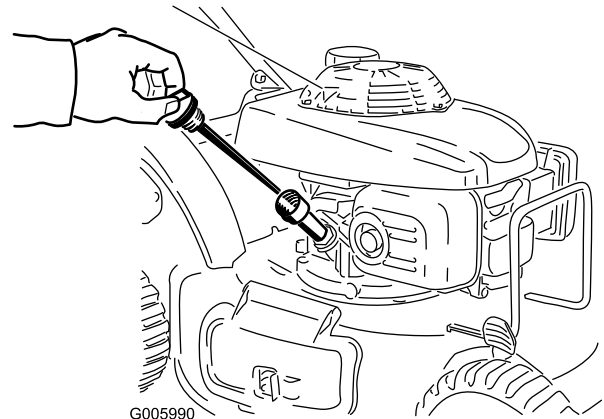

Bild 19
- Entfernen Sie den Peilstab, wischen ihn ab und stecken ihn in den Öleinfüllstutzen, **schrauben Sie ihn nicht hinein** (Bild 19).
- Nehmen Sie den Peilstab heraus und prüfen Sie den Ölstand (Bild 19).
Wenn kein Öl am Peilstab ist, gießen Sie **langsam** Öl in das Einfüllrohr, prüfen Sie den Stand regelmäßig mit dem Peilstab, bis der Peilstab anzeigt, dass der Motor voll ist, wie in Bild 19 dargestellt. **Füllen Sie nicht zu viel ein.** (Max. Füllstand: 0,55 l des Typs: Waschaktives SAE 30-Öl mit der Klassifizierung, SH, SJ, SL oder höher durch das American Petroleum Institute (API).)